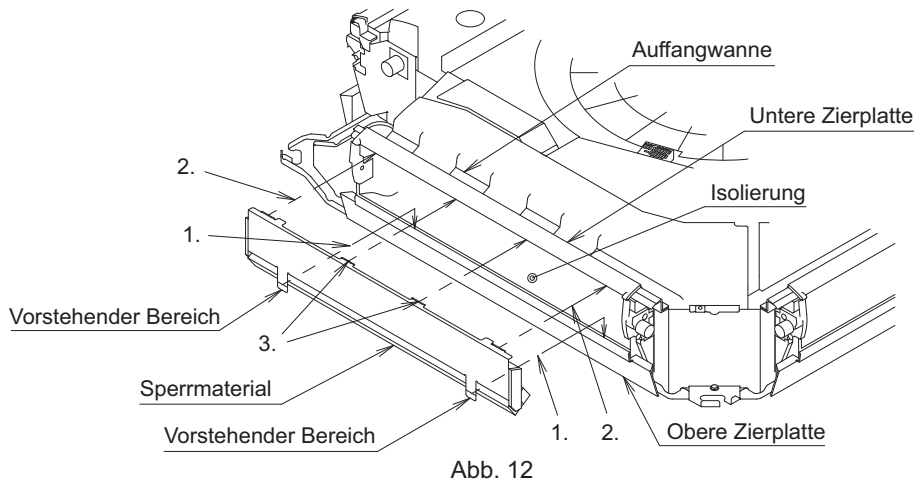
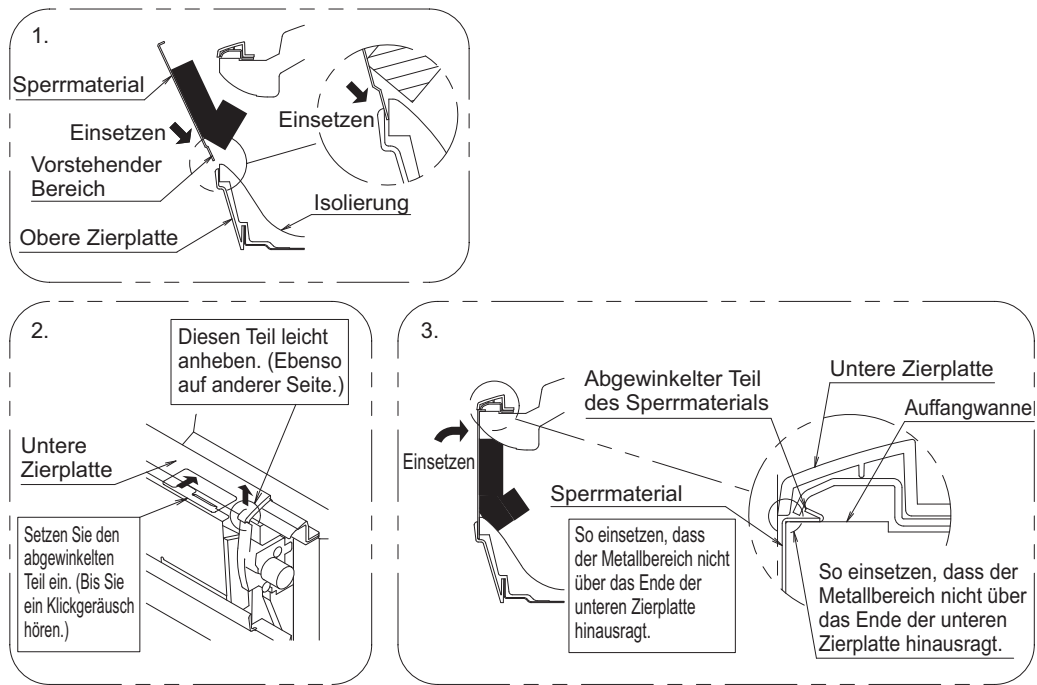

Abb. 12
Abb. 13
### (2) Befestigen Sie das Sperrmaterial am Luftauslass. (Siehe Abb. 12 und Abb. 13)